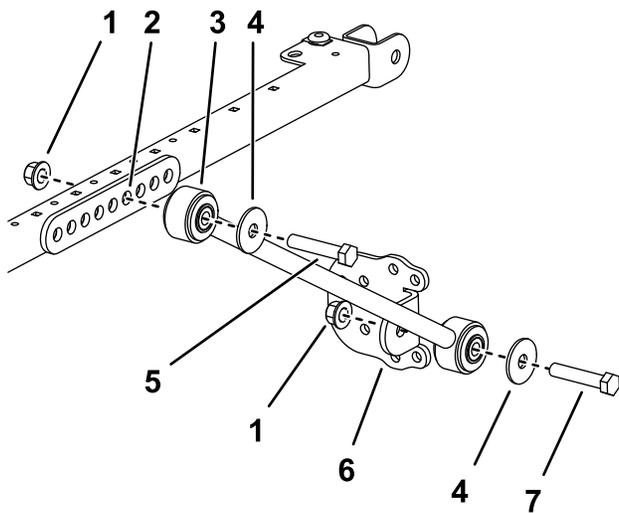

Figura 18
10. Su ciascun lato del telaio del parasole montate, senza serrarla, una biella sul quarto foro del supporto di montaggio dell'ancoraggio con 2 bulloni ($\frac{1}{2}$ " x $2\frac{3}{4}$ ") e 2 dadi flangiati ($\frac{1}{2}$ "), come illustrato nella Figura 18.
11. Montate, senza serrarla, una staffa di ancoraggio su ciascun supporto di ancoraggio con un bullone (1/2" x 2 1/2"), una rondella (1/2") e un dado flangiato (1/2"), come illustrato nella Figura 18.